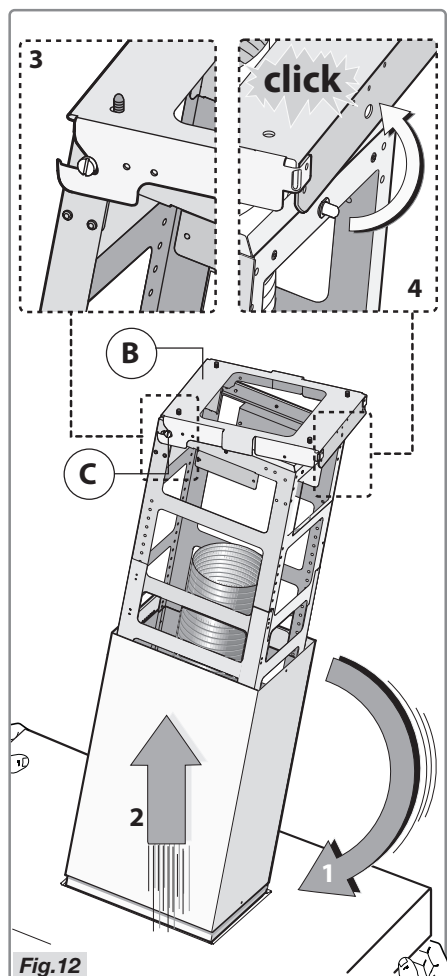

Fig.12
- Incliner la hotte de la façon illustrée sur la Figure 12 – phase 1.
- A l'aide des deux chevilles latérales C qui se trouvent sur la structure, suspendre la hotte à la bride B Figure 12 – phases 2-3.
- Positionner la hotte pour encastrer la cheville de sécurité dans le trou de la bride B Figure 12 – phase 4.